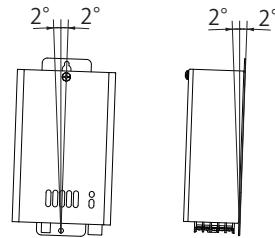

図2 取付角度
- ・上下逆さ取付けや水平取付けをしないでください。また、前後左右とも傾きがないよう(±2°以下)に、水準器などで確認してください。(図2)